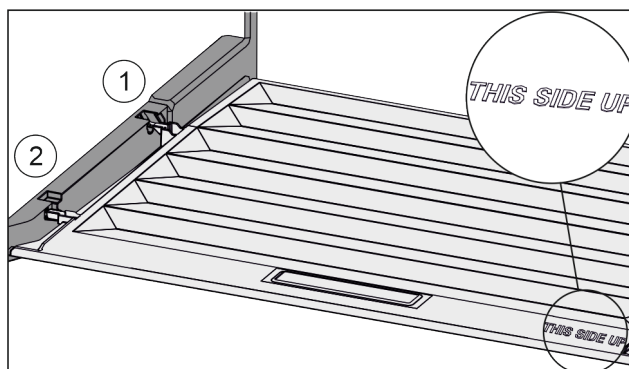

Fig. 85
- ▶ Introduceți nervura capacului prin orificiul suportului posterior Fig. 85 (1) și înclichetați-l în față în suport Fig. 85 (2).